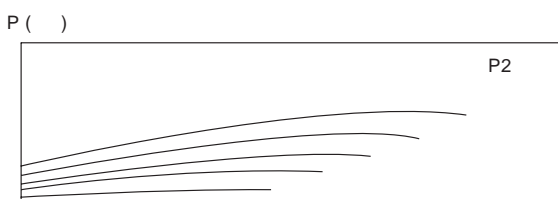

Рис. 110 Характеристика QP для насоса с регулируемой частотой вращения для снятия показаний P2 при низком расходе
4. Снимите показание мощности (P2) и частоты вращения при нижних предельных значениях. См. рис. 110.
6. Снимите показание мощности (P2) и частоты вращения в качестве верхних предельных значений. См. рис. 110.